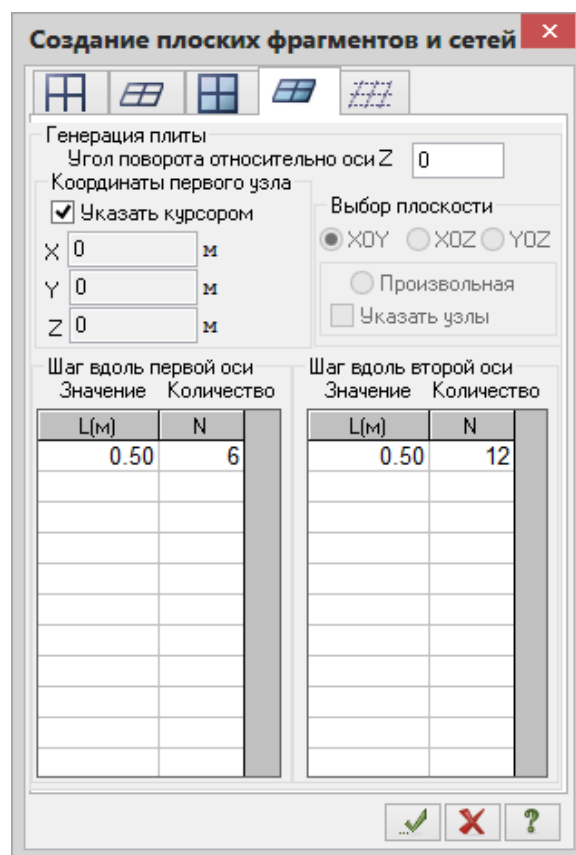

Рис.2.3. Диалоговое окно Создание плоских фрагментов и сетей
- Остальные параметры принимаются по умолчанию (рис.2.3).